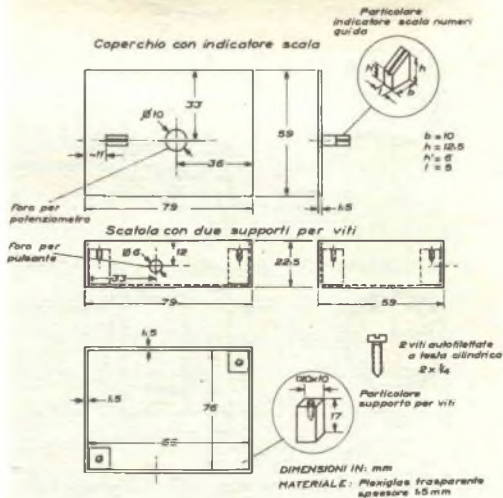

Fig. 6 - Dimensioni (in mm) della scatoletta di plexiglass trasparente per l'esposimetro elettronico.
**Costruzione** - I componenti vengono montati sulla piastra a circuito stampato (rappresentato nella fig. 3 in grandezza naturale) secondo la disposizione visibile nella fig. 4. I due resistori LDR vanno infilati in due tubetti-schermo, le cui dimensioni sono riportate nella fig. 5, e fissati con mastice nero (si consiglia il BOSTIK 292 o equivalenti); con il medesimo mastice saranno poi fissati sulla basetta, come indicato nella fig. 4 ed accanto verrà incollato anche il portatile. Tutto l'esposimetro può venire sistemato dentro una scatoletta di plastica, della quale nella fig. 6 sono riportate le dimensioni. A montaggio ultimato, si potrà procedere alla taratura dell'esposimetro.